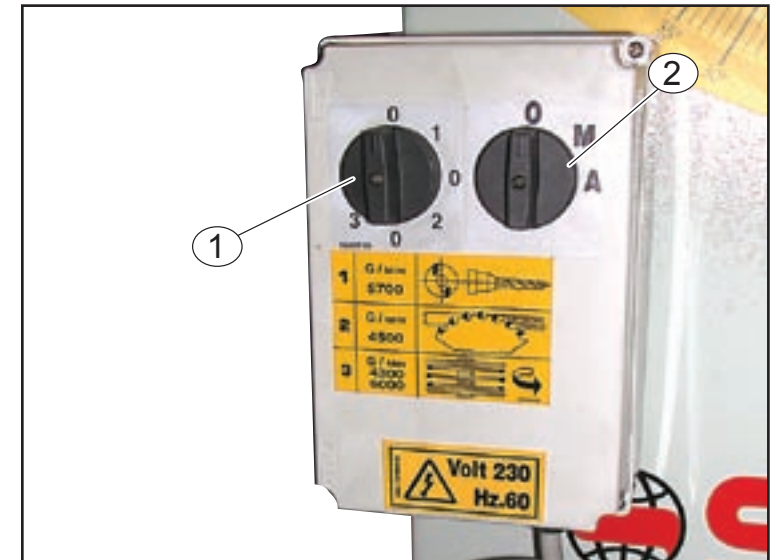

Fig. 3.8.2A
3.8.2 - DESCRIZIONE QUADRO COMANDI EXTRA CE (MONOFASE) fig. 3.8.2A